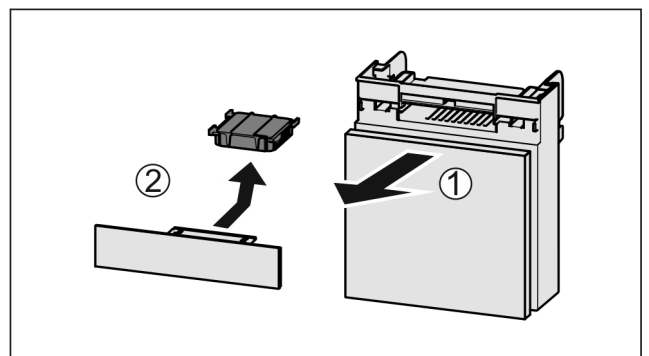

Fig. 34
- ▶ Extraire le compartiment par l'avant Fig. 34 (1).
- ▶ Sortir le filtre à charbon actif Fig. 34 (2).